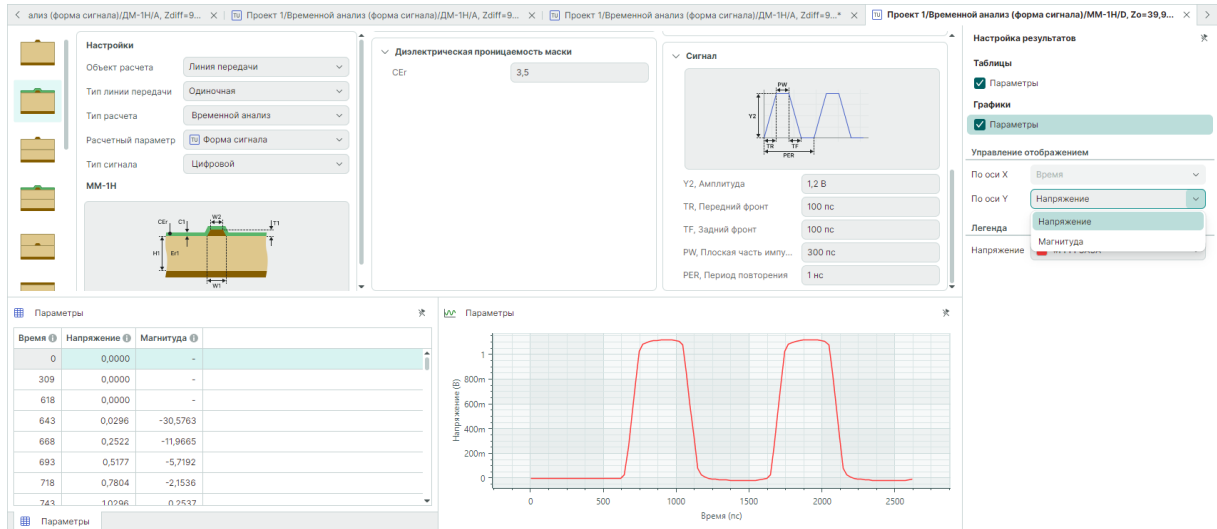

Рис. 102 Форма сигнала после прохождения одиночной и копланарной одиночной ЛП
5. Для одиночных и копланарных одиночных ЛП относительно времени рассчитываются (Рис. 102):